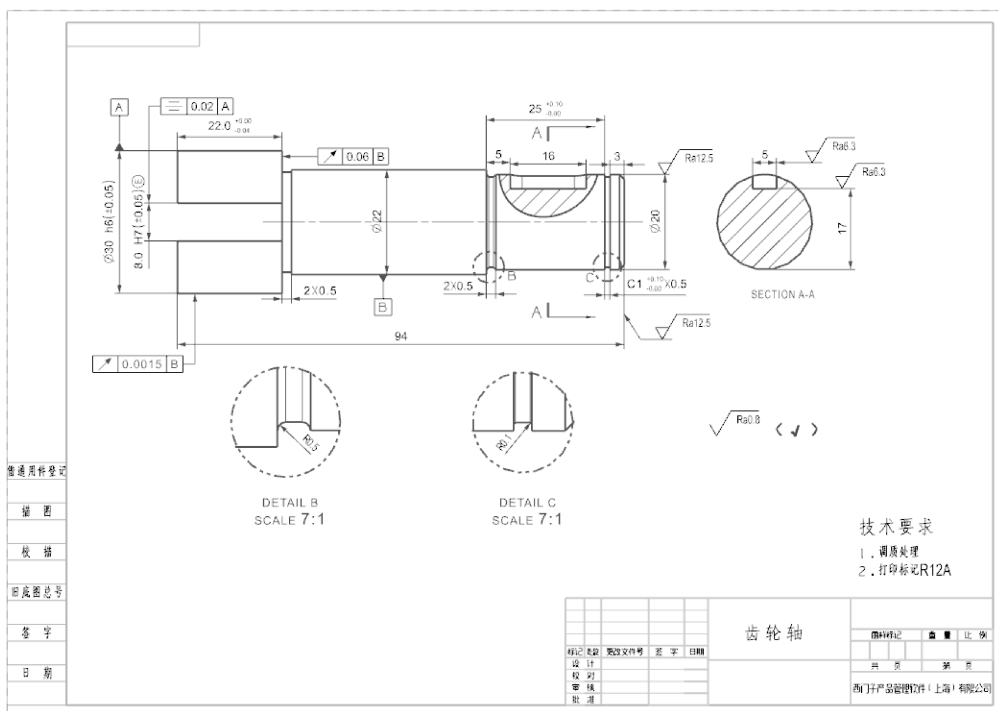

图 10-65 标注零件图尺寸
- 11 使用【尺寸】组和【注释】组中的尺寸标注工具，标注出如图 10-65 所示的零件图尺寸。